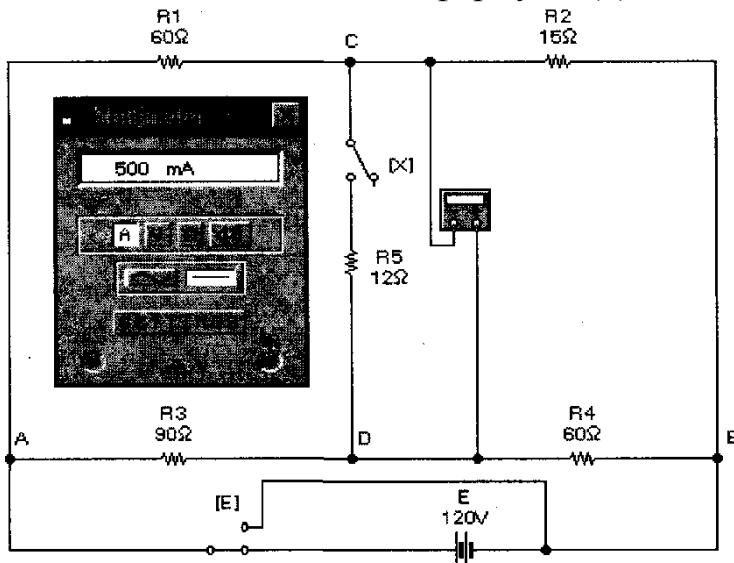

Рис. 9. Мостовая схема в режиме короткого замыкания исследуемой ветви
2. Искомое сопротивление можно найти и другим путем. Для этого нужно замкнуть точки  $C$  и  $D$  накоротко, вычислить ток  $I_{kz}$ , протекающий через короткозамкнутый участок, и сопротивление короткого замыкания определить по формуле (6). Для моделирования такого режима необходимо ключ  $E$  вернуть в исходное состояние, а мультиметр перевести в режим амперметра. Результаты моделирования показаны на рис. 9, из которого видно, что ток короткого замыкания равен  $0,5\text{ A}$ . Тогда на основании формулы (6)  $R_{kz}=24/0,5=48\text{ }\Omega$ .